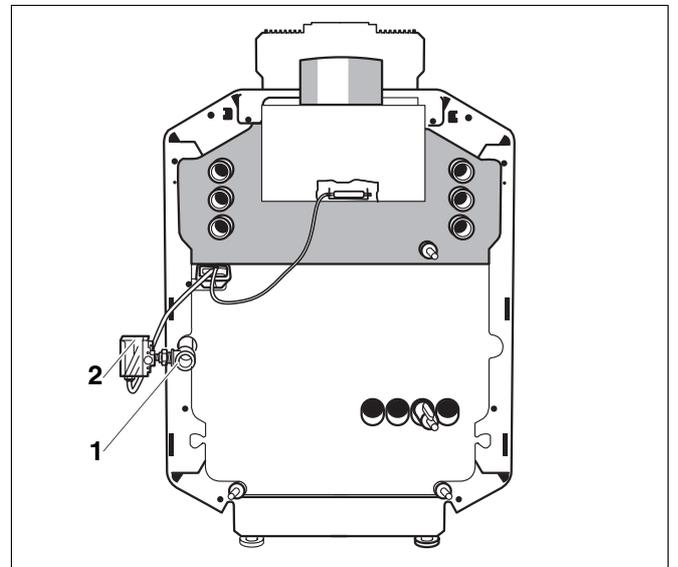

Abb. 20 Gasanschluss
- Gasanschluss nach den technischen Regeln des Gasversorgungsunternehmens vornehmen. Die Gasleitung ist spannungsfrei am Gasanschluss anzuschließen (Abb. 20, **Pos. 1**)
- Bei **Flüssiggas** den mit den Umstellteilen gelieferten Gasdruckwächter (Abb. 20, **Pos. 2**) unmittelbar am Gasanschluss (Abb. 20, **Pos. 1**) des Heizkessels mit der Einstellscheibe nach oben oder nach außen in der Gasleitung eindichten, dabei mitgelieferten Reduziernippel verwenden und elektrischen Anschluss nach Schaltplan herstellen.